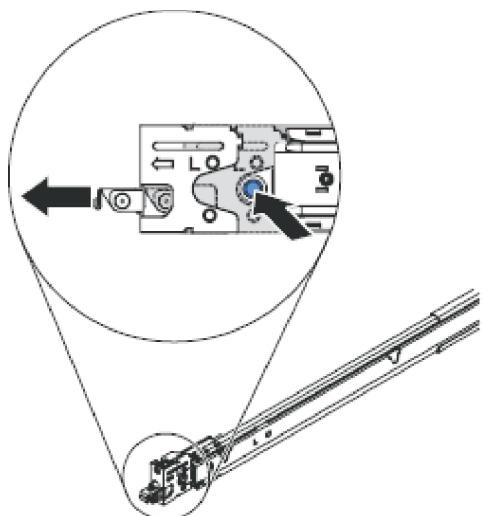

Figura 70. Preparando a extremidade frontal dos trilhos deslizantes
4. Prepare a extremidade frontal dos trilhos deslizantes, conforme mostrado na Figura 70 na página 98.